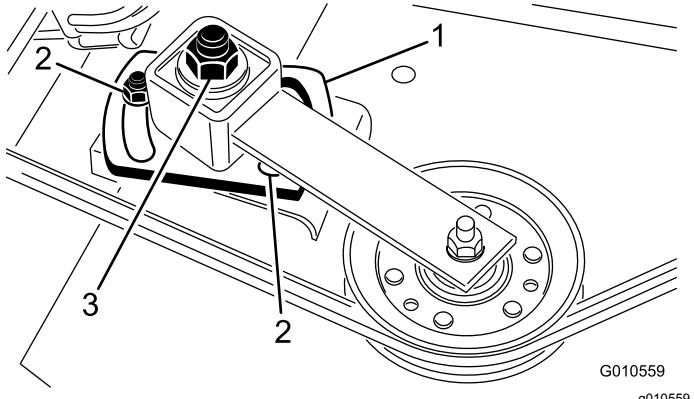

Figura 29
- Utilice una llave dinamométrica con llave de vaso para apretar la tuerca de ajuste de la polea tensora a 47–54 N·m (Figura 29).